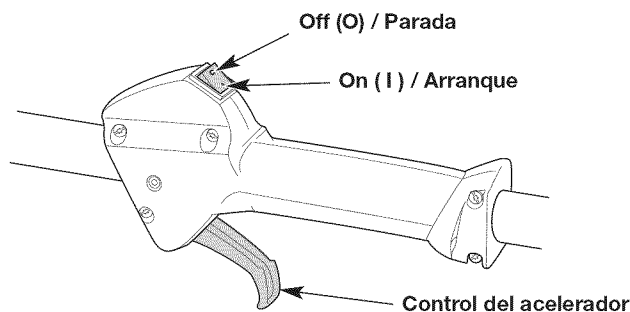

Fig. 6
- NOTA:** No es necesario encender la unidad. El interruptor de encendido/apagado está en la posición ON (I) (encendido) en todo momento (Fig. 6).
6. **NO** apriete el control del acelerador (Fig. 6). Tire de la cuerda de arranque con un movimiento controlado y firme hasta que arranque la unidad (Fig. 9).
2. Oprima y mantenga apretado el interruptor de encendido/apagado en la posición OFF (O) (apagado) hasta que el motor se pare por completo (Fig. 6).